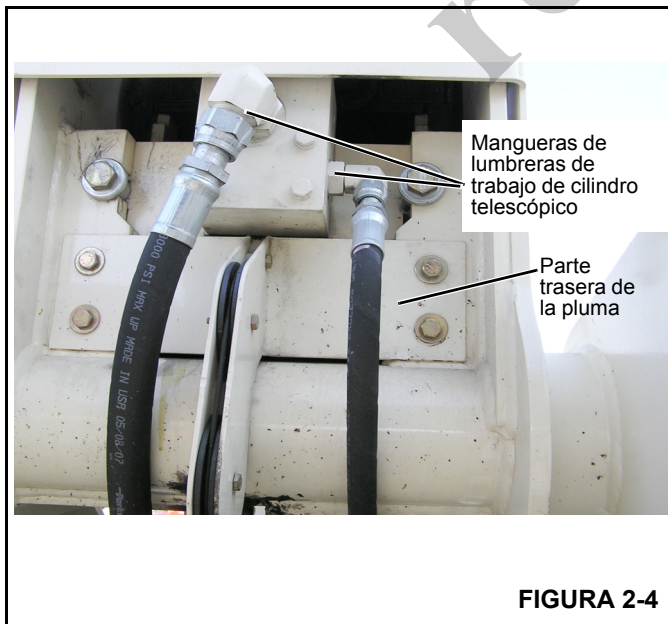

FIGURA 2-4
1. Retire las mangueras de extensión y de retracción (lumbrera de trabajo) del cilindro telescópico (Figura 2-4) y tape los adaptadores del cilindro telescópico.